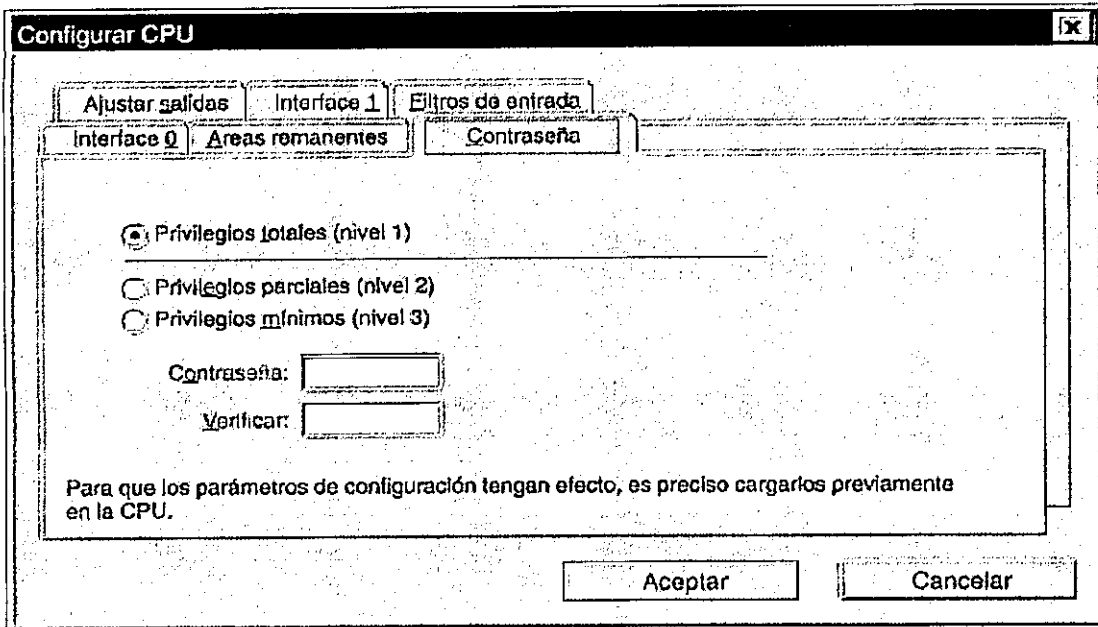

Figura 4.16: Configurar una contraseña para la CPU
- Elija el comando de menú CPU \_\_ Configurar y seleccione la ficha "Contraseña" ver la figura 4.16.